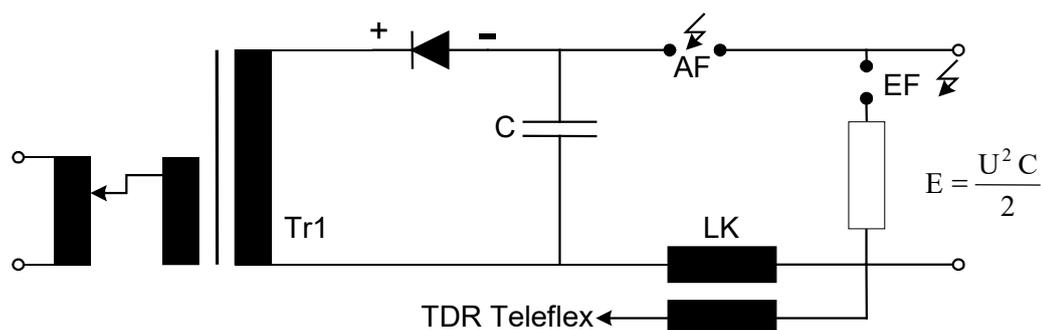

Figura 1 : Diagrama Funcional del Generador de Ondas de Choque
La figura 1 muestra el funcionamiento básico de un generador de ondas de choque. El condensador de impulso C (con niveles de tensión de 8, 16 y 32 kV), el cual es cargado por una fuente de tensión conmutable, se descarga en forma de impulsos, sobre el cable, generando un arco de mucha energía en el defecto del cable (AF). Una posible carga residual del cable o el instrumento es derivada a través del descargador a tierra EF cuando el instrumento es desactivado
La energía de salida de la onda de choque, viene determinada por la formula representada en la figura 1.